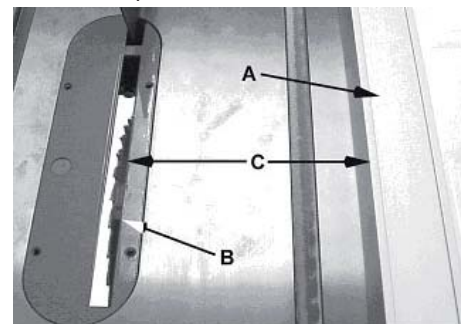

Рис. 29
- Параллельный упор (А, Рис. 29) должен быть установлен по ширине распила (С, Рис. 29), используя шкалу передней планки или измерив рас-